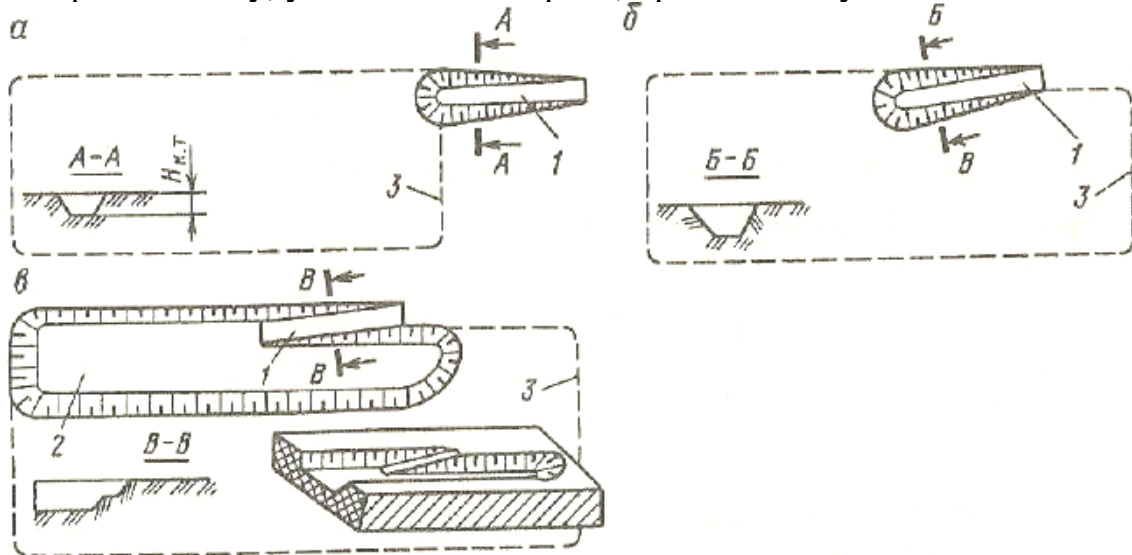

Рис. 2 Схема «Общий вид (а) и план (б) капитальной и разрезной траншеи».
3. Вычертить рис. 2 Схема «Общий вид и план капитальной и разрезной траншеи».